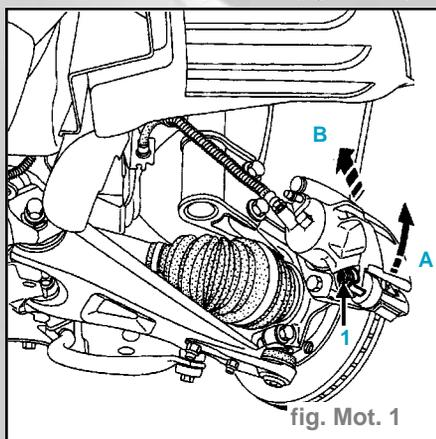

fig. Mot. 1
- les vis de fixation (1), écarter les étriers de frein et les attacher aux ressorts de suspension (fig. Mot. 1)